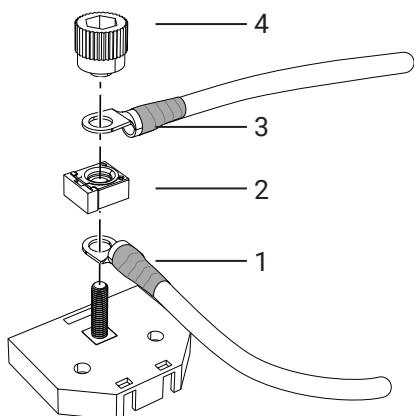
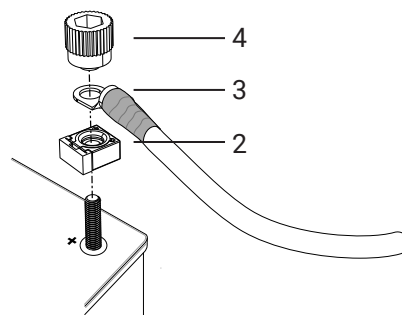

Bild 59. Inkoppling till säkringslåda
Bild 60. Inkoppling till batteriets plus-pol
2. Säkerställ att hyttströmbrytaren (CS) i förekommande fall står i läge "Av".
3. Vid användning av säkringslåda, anslut kabeln (1) till batteriets pluspol och till säkringslådan och placera där säkringen (2) ovanpå, se Bild 59.
4. Vid anslutning direkt till batteriets plus-pol, placera säkringen (2) på plus-polen, se Bild 60.
5. Anslut huvudströmkabeln (3) till säkringslådan/plus-polen, se Bild 59 - Bild 60.
6. Skruva fast kabelanslutningar och säkring med vredet (4). Kablarna monteras 90° alt. 180° ifrån varandra. Säkringen monteras i rät vinkel mot kablarna, se Bild 59 - Bild 60.